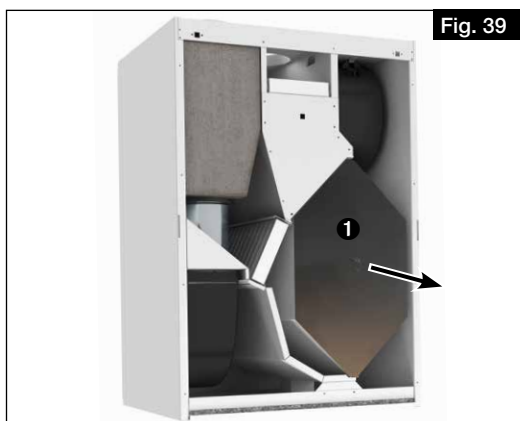

Fig. 39
3. Retirer l'échangeur à contre-courant ❶ avec précaution de l'appareil (voir Fig. 39).